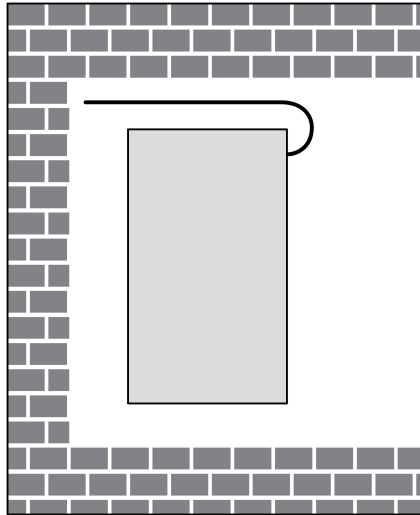

Figura 4: Montaggio nella scatola apparecchi
- ❗ Tenere l'antenna il più distesa e libera possibile (figura 4).